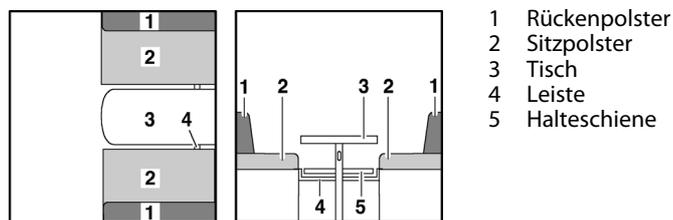

Bild 129 Vor dem Umbau
- Tisch (Bild 129,3) zum Bettunterbau umbauen (siehe Abschnitt 7.8).
- Je nach Modell die Leiste (Bild 129,4) einlegen oder nach innen ziehen. Die Leiste ist richtig positioniert, wenn sie die Tischplatte ca. 15 - 20 cm hinter dem Tischfuß abstützt.